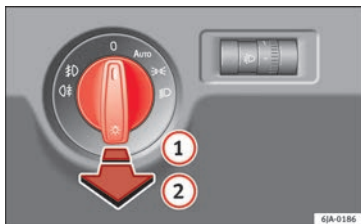

Fig. 134 Painel de instrumentos: comando de luzes.
- Em primeiro lugar, rode o comando das luzes »» **Fig. 134** para a posição **AUTO**, »» o
- Em primeiro lugar, rode o comando das luzes »» **Fig. 134** »» **Página 129** para a posição **AUTO**. ☺☹ o ☹☺.